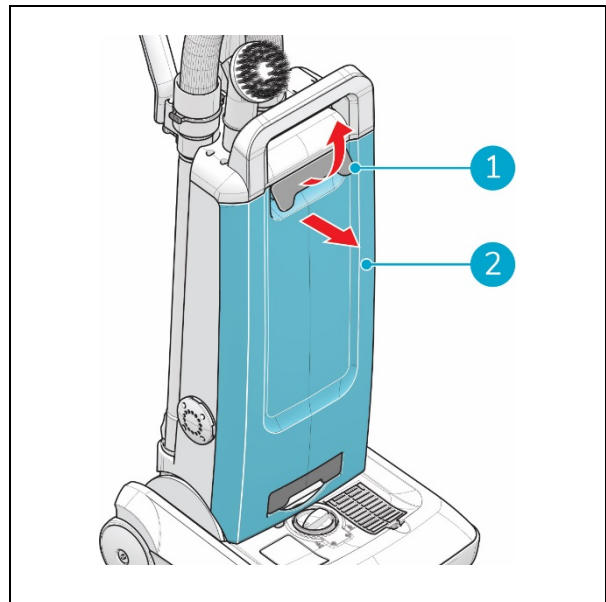

Figure 21
1. Tirez sur la poignée de déverrouillage du capot avant (Figure 21, pos. 1) et retirez le capot avant (Figure 21, pos. 2).